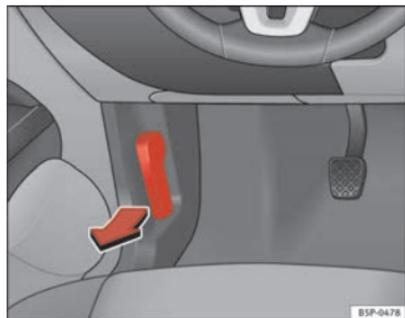

Fig. 155 Détail du plancher côté conducteur : levier d'ouverture du capot-moteur
- Tirez sur le levier qui se trouve sous la planche de bord ⇒ fig. 155 dans le sens indiqué par la flèche. Le capot se débloque grâce à l'action du ressort ⇒ ⚠.